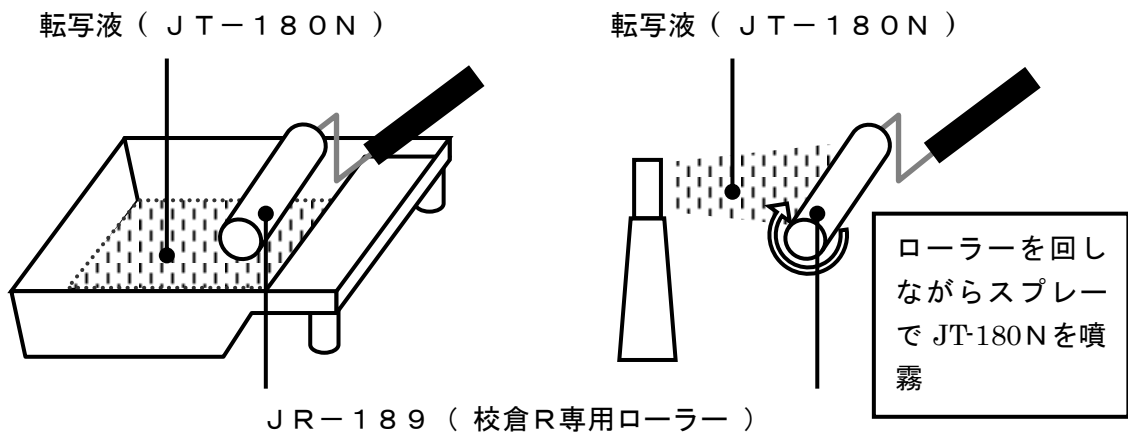

図 2
- ・専用ローラーJR-189に転写液JT-180Nを塗布してください(図2)。